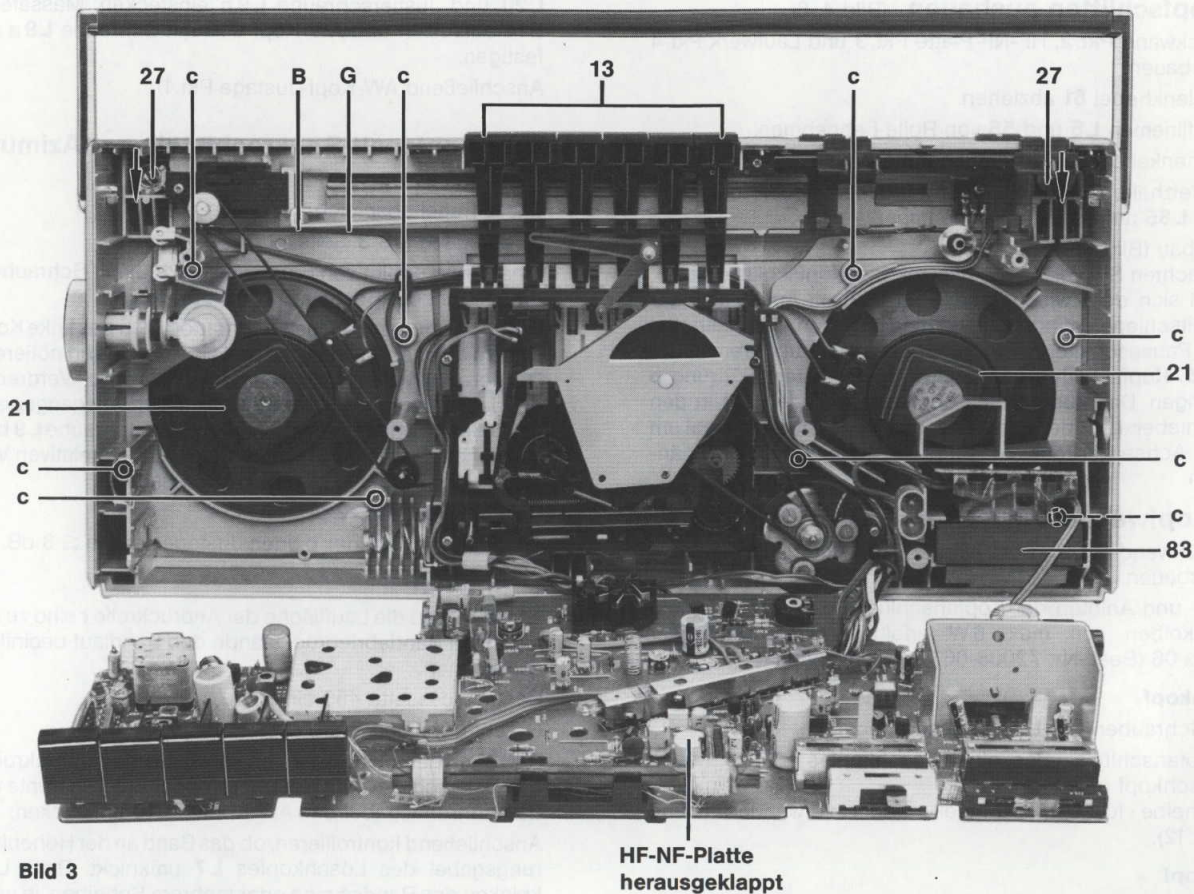

Bild 3
- HF-NF-Platte herausklappen (Bild 3).
- Gummi **G** am Bügel **B** abnehmen (Bild 3).